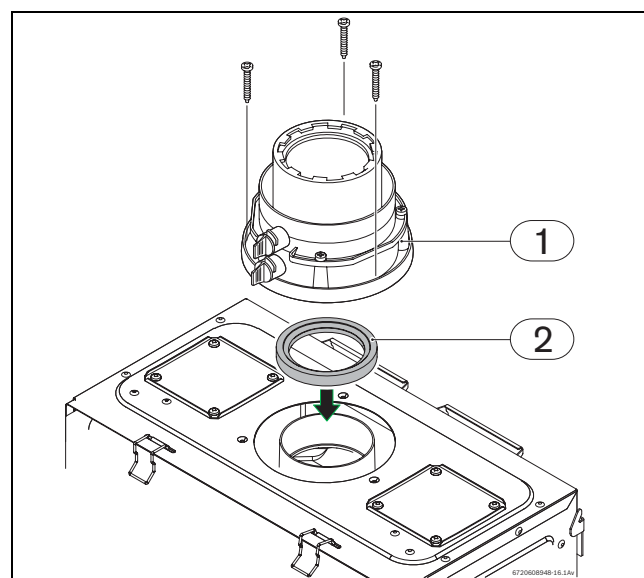

Fig. 31 Accessorio AZB 921 (cod. 7 719 002 851)
- ▶ Collocare la guarnizione tra l'apparecchio e l'accessorio AZB 921, Fig. 31, pos. 2.
- ▶ Serrare le 3 viti dell'accessorio base, Fig. 31, pos. 1.